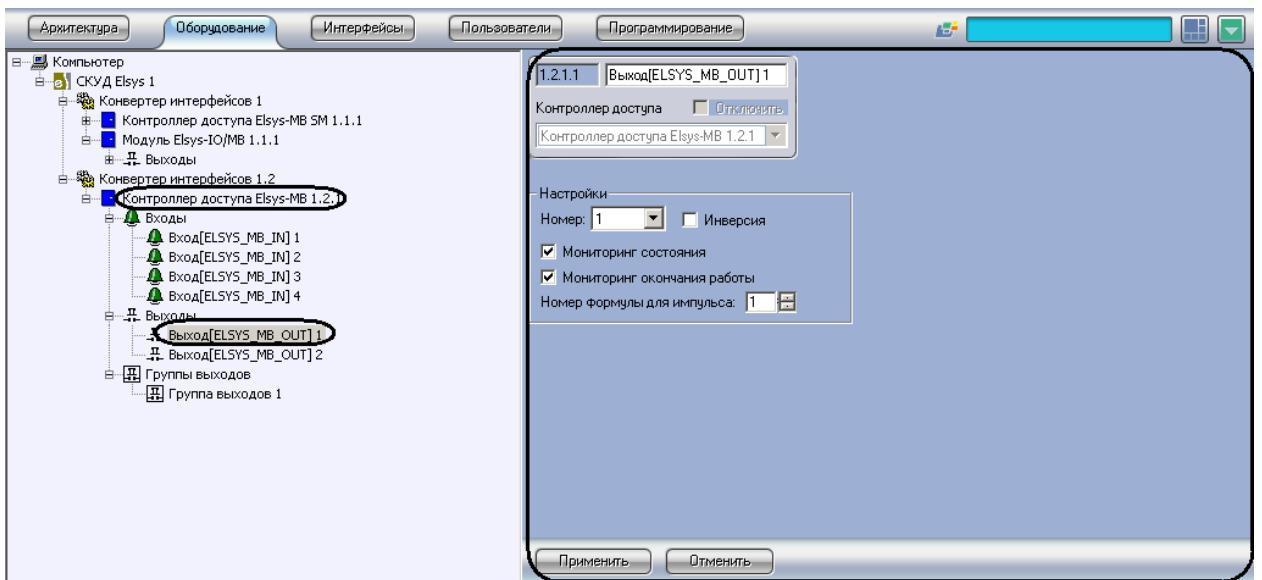

Рис. 3.4-9 Создание объекта Выход
1. Создать на базе объекта **Контроллер доступа Elsys-MB** объект **Выход** (Рис. 3.4-9).